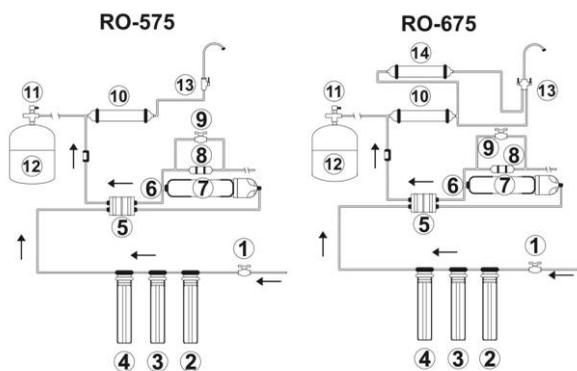

Рисунок 1
6.5. Соедините угловой соединительный элемент (6) и соединительный элемент крана (8). Соедините угловой соединительный элемент (6) и трубку (9), соедините второй конец трубки (9) с выходом картриджа ПОСТ-КАРБОН, согласно Схеме подключения фильтров **Stoewer** п.5 (Рисунок 1, схема RO-575).
6.11. Соедините первый угловой соединительный элемент (8) с картриджем ПОСТ-КАРБОН, согласно Схеме подключения фильтров **Stoewer** (см. раздел 5, Рисунок 1, схема RO-675).
6.12. Соедините второй угловой соединительный элемент (9) с картриджем МИНЕРАЛИЗАТОР, согласно Схеме подключения фильтров **Stoewer** (см. раздел 5, Рисунок 1, схема RO-675). Для соединения используйте пластиковую трубку (9) из комплекта поставки.
- 6.15.3. Отмерьте и отрежьте под прямым углом кусок пластиковой трубки ¼ дюйма (4) необходимой длины для соединения шарового крана (1) и фитинга входа системы, согласно Схеме подключения фильтров **Stoewer** (см. раздел 5, Рисунок 1).